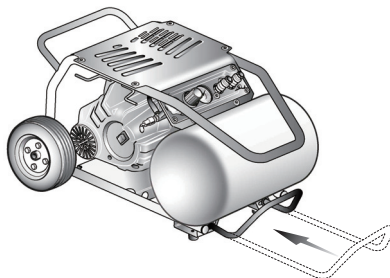

Fig. 9
- Asegúrese de que el compresor esté posicionado como se muestra y que el mango telescópico no esté extendido. (Fig. 9)